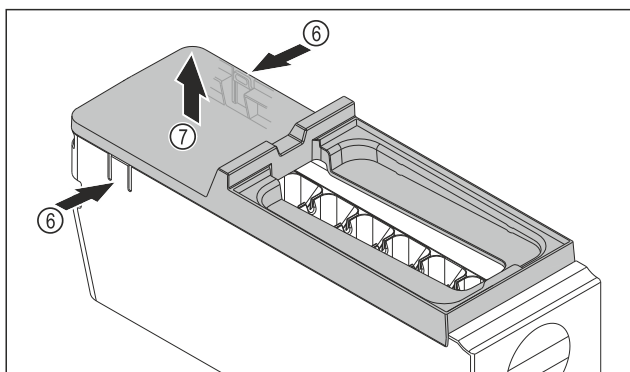

Fig. 105
- Retirer le couvercle du corps de l'EasyTwist-Ice : D'une main, pousser les languettes Fig. 105 (6) des deux côtés du corps de l'EasyTwist-Ice.
- De l'autre main, retirer le couvercle Fig. 105 (7) vers le haut.